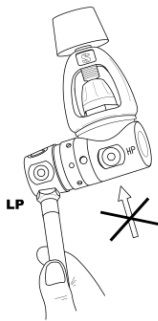

рис. 1
Подсоедините шланг низкого давления (LP) высокопоточного клапана инфлятора или A.I.R. 2 к свободному порту низкого давления первой ступени, **который должен иметь такую же резьбу (рис.1).**